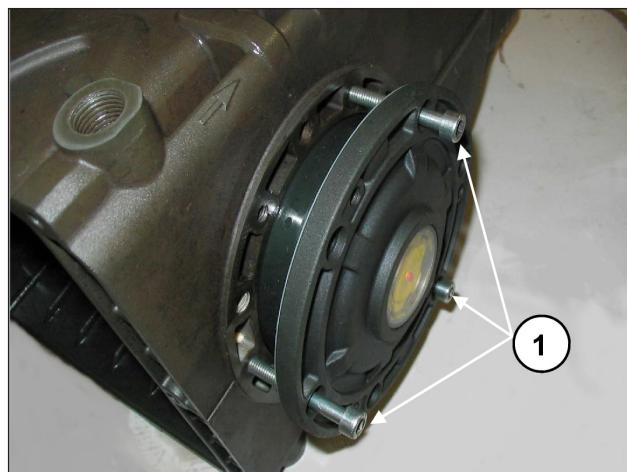

Fig. 8
Para facilitar a entrada da primeira seção e da relativa inserção das coberturas no cárter, aconselha-se o uso de três parafusos M6 x 40, parcialmente rosqueados, (Fig. 8, pos. ①) para depois completar a operação com os parafusos fornecidos (M6x18).